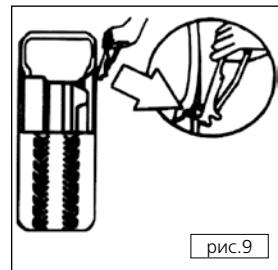

рис.9
- Не реже одного раза в месяц проверяйте и подстраивайте натяжение приводного ремня (**рис.9**).
2. Снимите балансировочные грузы с внешней стороны диска (**рис.9**).